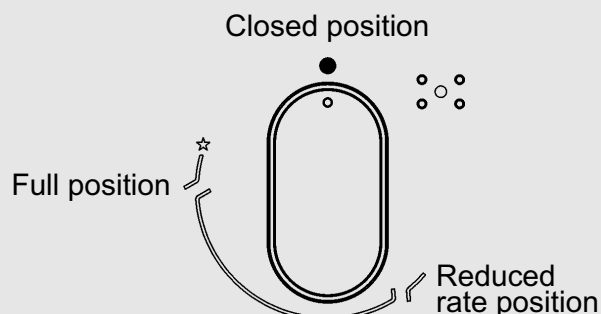

FIG. 22
Wcisnąć i przekręcić w lewo odpowiednie pokrętko, ustawiając je w pozycji Maksimum (duży płomień, rys. 22) i wcisnąć je do końca.
Aby zapalić palnik wyposażony w zabezpieczenie przeciwwypływowe gazu, należy przekręcić odpowiednie pokrętko do pozycji Maksimum (duży płomień, rys. 22), a następnie wcisnąć pokrętko. Po zapaleniu się palnika przytrzymać wciśnięte pokrętko przez około 10 sekund).
- zapalanie palników z zabezpieczeniem przeciwwypływowym gazu jest możliwe tylko wtedy, gdy pokrętko ustawione jest w pozycji Maksimum (duży płomień, rys. 22).
- zapalić palnik i ustawić pokrętkę w pozycji „Minimum” (symbol małego płomienia rys. 22).